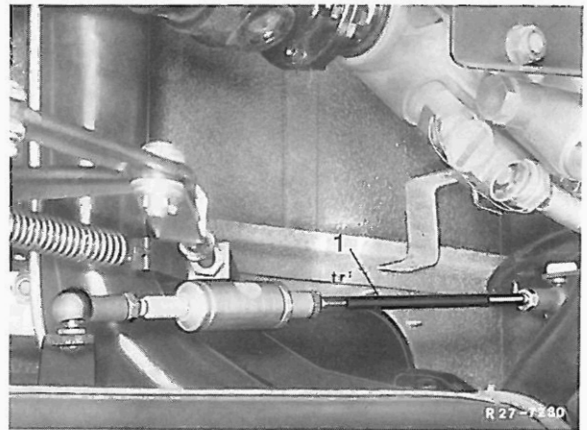

Bild 15
- 1 Wählstange (1) am Bereichswahlhebel des Getriebes aushängen.
- 2 Wählstange in ausgezogenem Zustand so einstellen, daß sie in Fahrstellung „4“ des Wählhebels und Bereichswahlhebels spannungsfrei eingehängt werden kann (Bild 15)